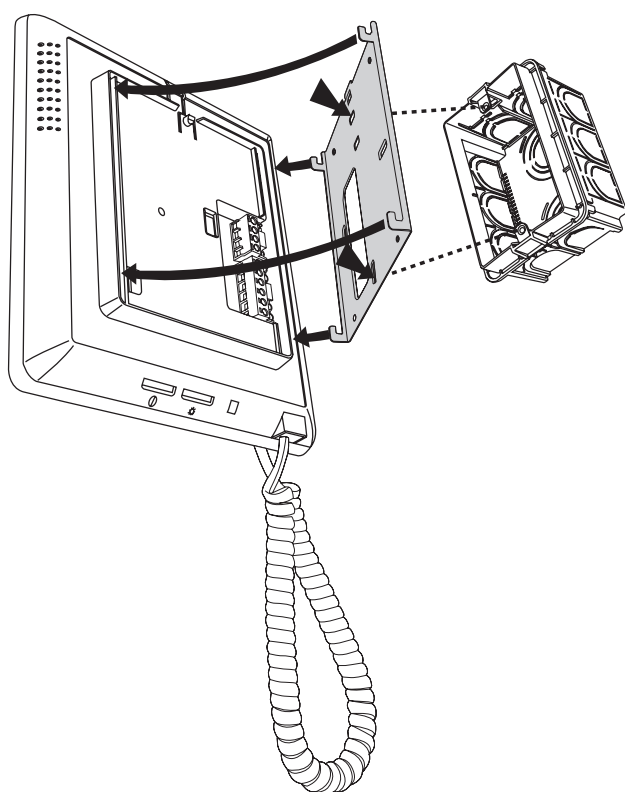

Fig. 6
- S'il s'avère nécessaire de démonter le moniteur, exercer une légère pression sur le levier (Fig. 6) et soulever le moniteur (de bas en haut) de sorte à le détacher du châssis.